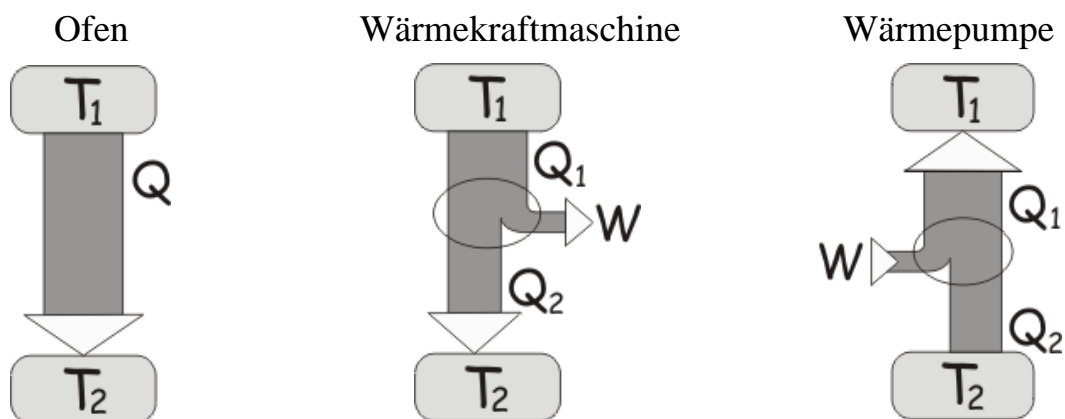

Abb. 1: Energiefluss-Diagramme für Ofen, Wärmekraftmaschine und Wärmepumpe
- Wie müsste man das Energieflussdiagramm der Wärmepumpe (Abb. 1) abändern, um die Verhältnisse am Versuchsgerät besser zu beschreiben?